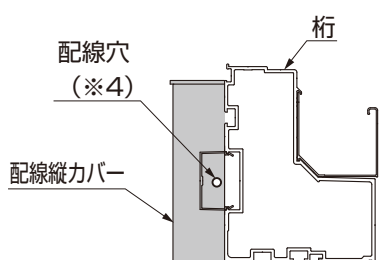

図4-3 配線縦カバーA・Dの穴加工
- 天井なしの場合は、桁・前後梁から、主柱へ配線を通す場合は、配線縦カバーに配線カバー(桁用)からの配線を通す穴(※4)をあけてください。(図4-3参照)